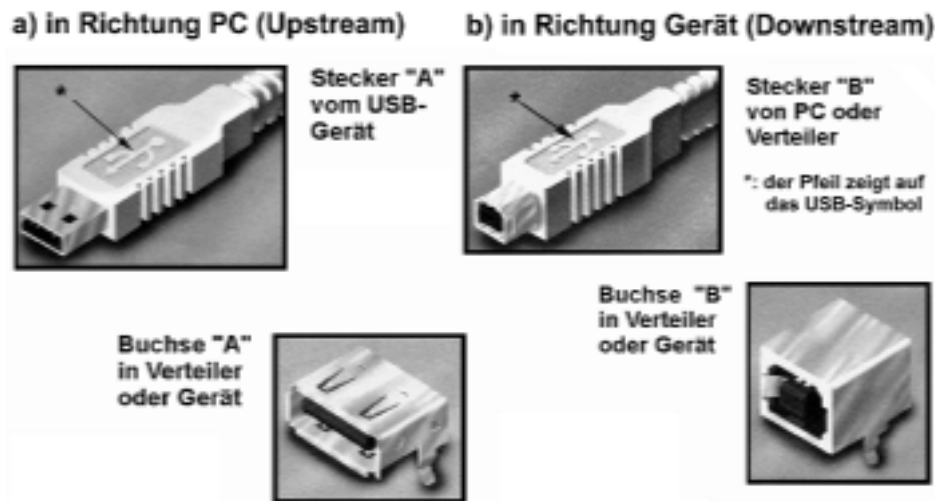

Abbildung 6.5 USB-Steckverbinder. a) hiermit geht's in Richtung PC; b) hiermit geht's in Richtung Gerät
3. Zu den Steckerbezeichnungen A, B an den Kabeln siehe Abbildung 6.5.
Man unterscheidet zwei Typen von Steckverbindungen (Abbildung 6.5): Typ A und Typ B. Ein Stecker vom Typ A ist am „oberen“ Ende eines USB-Kabels angeordnet (also in Aufwärts- bzw. Upstream-Richtung). Das „untere“ Ende des Kabels ist entweder mit der jeweiligen Einrichtung (Verteiler, Gerät) fest verbunden, oder es trägt einen Stecker vom Typ B.